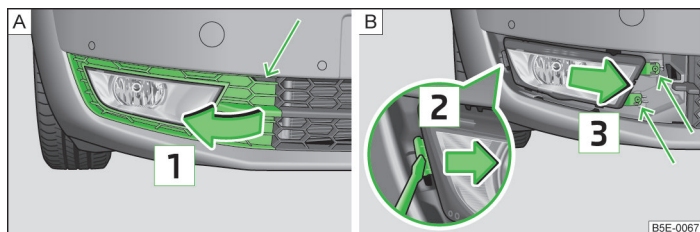

Fig. 178 Paragolpes delantero: Desmontar la rejilla protectora/faro antiniebla
- Soltar la rejilla protectora en el sentido de la flecha » fig. 178 - A por medio del estribo para retirar los tapacubos integrales » página 195, Herramienta de a bordo.
- Extraer la rejilla protectora en el sentido de la flecha 1 » fig. 178.
- Desenroscar el faro » fig. 178 - B utilizando el destornillador incluido en las herramientas de a bordo.
- Para un nuevo montaje colocar el faro antiniebla en el sentido contrario al de las agujas del reloj 3 » fig. 178 y apretar con firmeza.